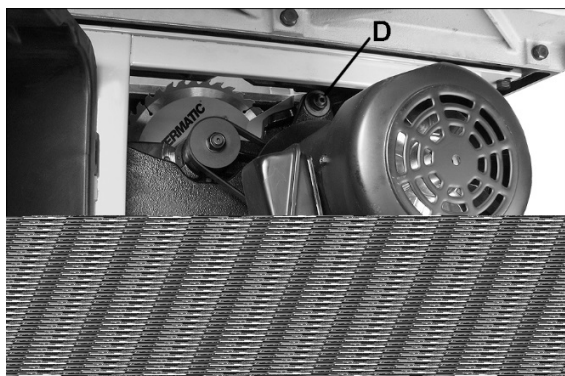

Рис. 8-12
См. Рис. 8-12.
2. С помощью 17 мм гаечного ключа ослабьте винты (С, Рис. 8-12).
3. Слегка ослабьте гайку (D) с помощью 32 мм или разводного гаечного ключа.
4. Сдвиньте двигатель вправо и для увеличения натяжения ремня затяните винт (С). Снова затяните гайку (D). Проверьте правильность натяжения ремня, надавив пальцем посередине между шкивами. Прогиб ремня должен составлять примерно 12-13 мм.